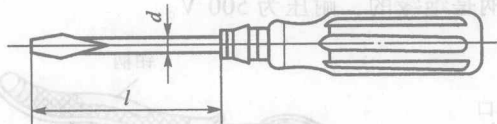

图 1-1-3 一字形螺丝刀
(1) 一字形螺丝刀如图 1-1-3 所示。一字形螺丝刀按旋杆与旋柄的装配方式,分为普通式(用 P 表示)和穿心式(用 C 表示)两种。